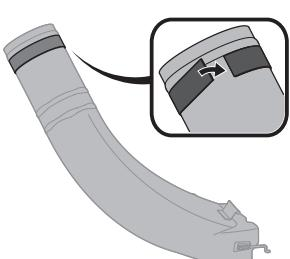

Figura 25
- Aplique la otra tira de goma adhesiva ancha (735-05020) en el extremo superior del codo del canal de descarga. Coloque la tira adhesiva arriba contra el reborde en la porción superior del codo del canal de descarga, tal como se detalla en el recuadro de la Figura 25.